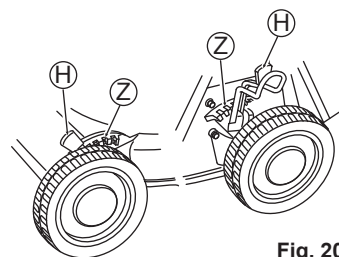

Fig. 20
2. Couchez le levier de réglage de la hauteur de tonte (H) vers le côté de la roue, afin de le séparer des dentures (Z). (Voir Figs. 20 et 21)
3. Insérez le levier de réglage de la hauteur de tonte (H) dans l'encoche (Z) pour avoir la hauteur de tonte désirée tout en laissant le levier couché.
4. Insérez tous les leviers de réglage de la hauteur de tonte (H) dans les encoches (Z) correspondant à la même hauteur.